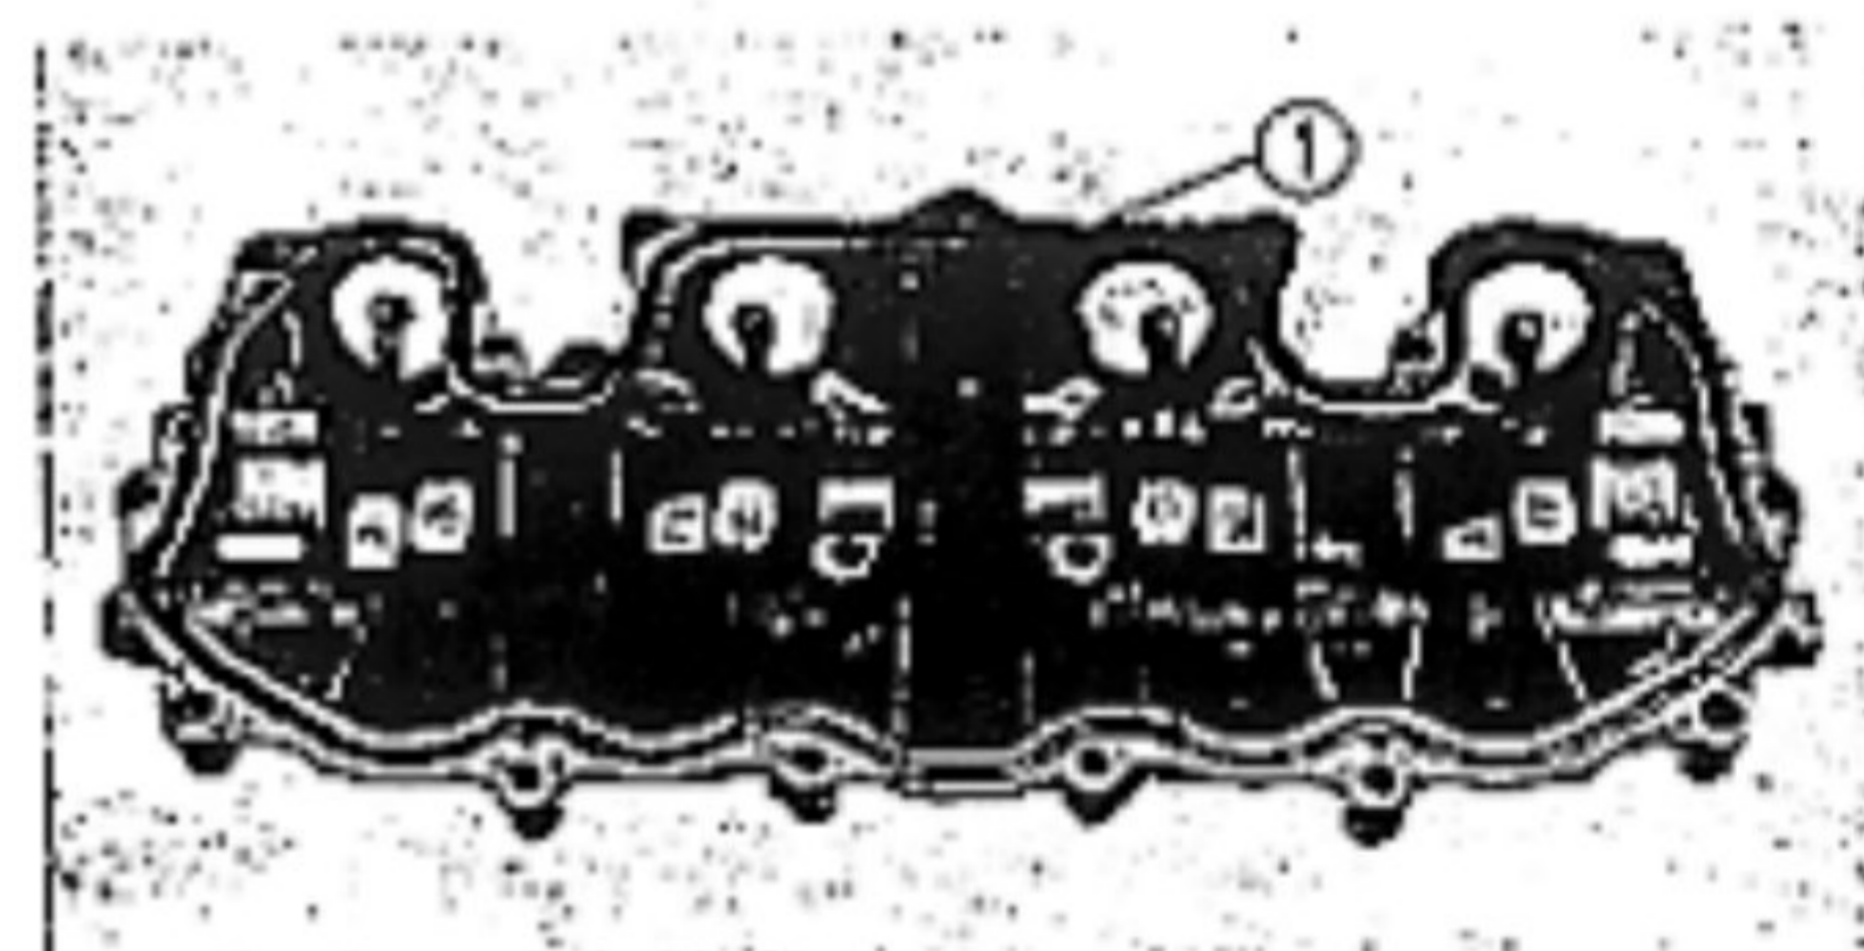

Fig. 3-10 Ordine di serraggio dei bulloni del coperchio della testa.
2. Serrare i bulloni di fissaggio del coperchio testa nell'ordine indicato in fig. 3-10.